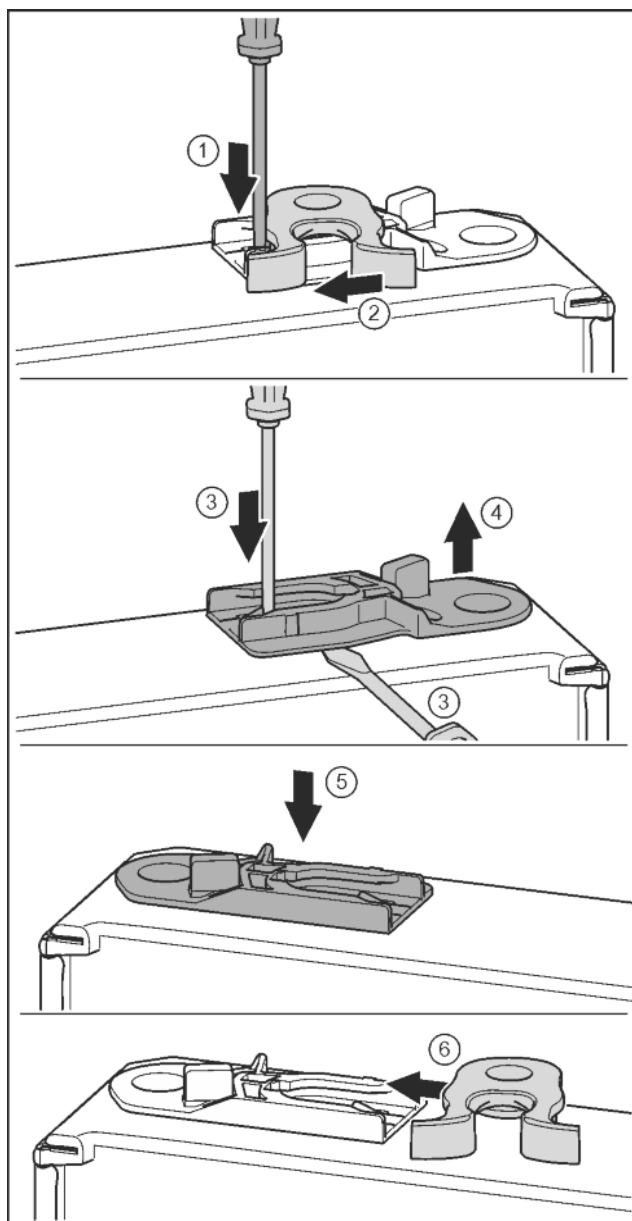

Fig. 19
- С плоска отвертка натиснете езичето надолу. Fig. 19 (1)
- Извадете затварящата кука от водача. Fig. 19 (2)
- Изваждане на направляващата втулка: С плоска отвертка натиснете езичето и едновременно с това вкарайте плоска отвертка под направляващата втулка. Fig. 19 (3, 4)
- Вкарайте приложената към доставката направляваща втулка от другата страна на корпуса. Fig. 19 (5)
- Вкарайте затварящата кука във водача. Fig. 19 (6)